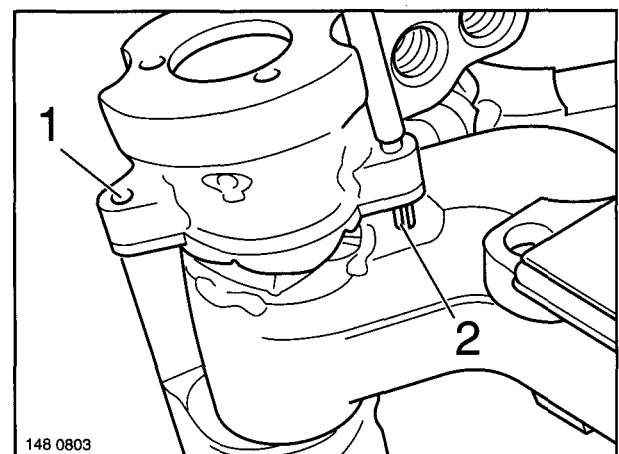

Fig. 3
- (7) Chasser les deux goupilles avant (figure 3/1) des éclisses des fusées directrices.
- (8) Chasser les goupilles arrière (figure 3/2) autant que possible vers le corps d'essieu.
- (7) Die beiden vorderen Spannstifte (Fig. 3/1) aus den Laschen der Lenkschenkel austreiben.
- (8) Die beiden hinteren Spannstifte (Fig. 3/2) soweit wie möglich bis auf den Achskörper austreiben.